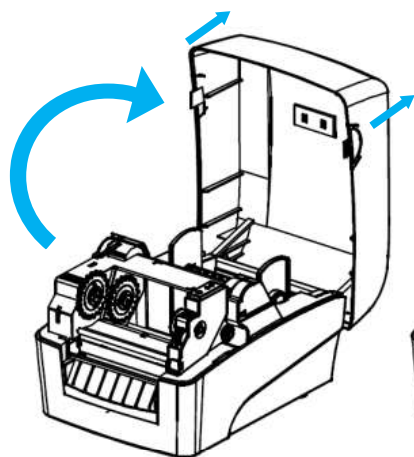

图 2.2.1
- 1) 双手捏住开盖扳手将上盖向上翻，打开打印机的上盖（见图 2.2.1）；